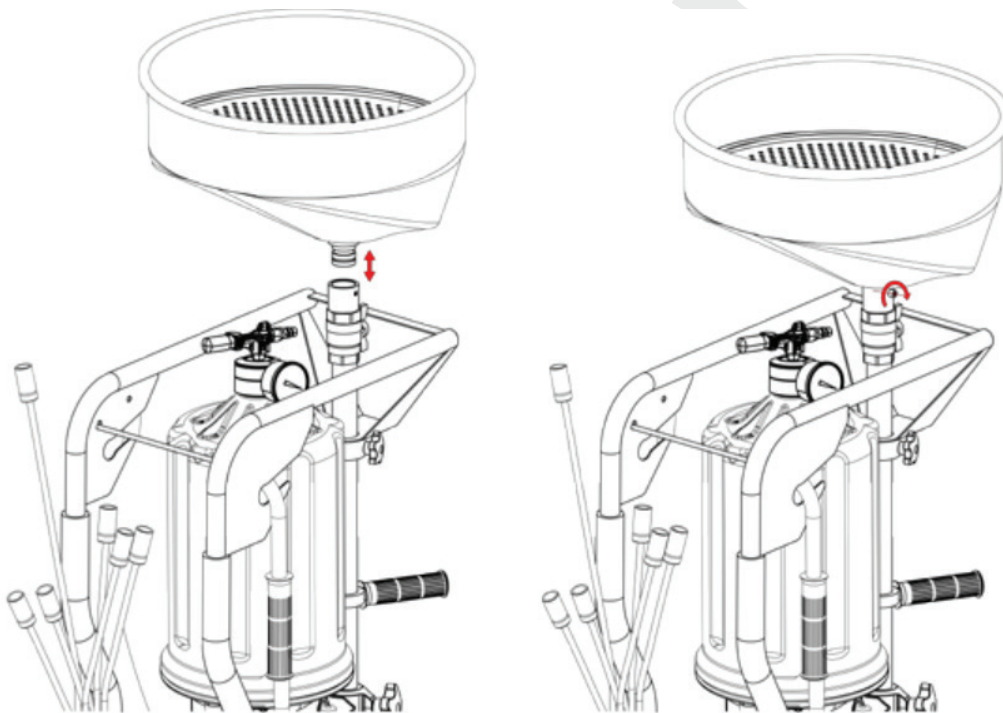

Рис. 2
7. При первом использовании отвинтите стопорную гайку (см. рис. 2) и поверните штангу несколько раз, после чего поднимите ее. Теперь ее можно легко поднимать и опускать.